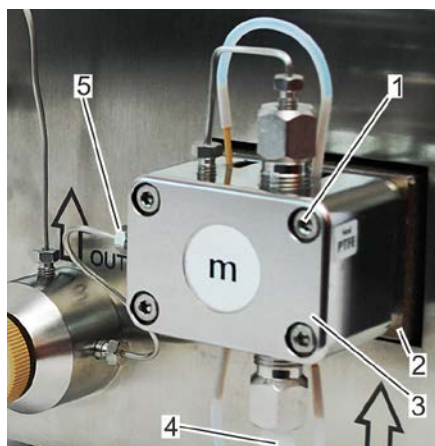

Abb. 120: Pumpenkopf wechseln
3. Verbindungsrohr (Abb. 120/5) vom Pumpenkopf (Abb. 120/3) lösen.
4. Flüssigkeitszufuhr (Abb. 120/4, Rohr/Schlauch) entfernen.
5. 4 Innensechskantschrauben (Abb. 120/1) des Pumpenkopfs (Abb. 120/3) herausdrehen.
6. Pumpenkopf (Abb. 120/3) aus der Halterung (Abb. 120/2) herausziehen und beiseitelegen.
7. Neuen Pumpenkopf (Abb. 120/3) in Halterung (Abb. 120/2) einsetzen.
8. 4 Innensechskantschrauben (Abb. 120/1) des Pumpenkopfs (Abb. 120/3) leicht eindrehen und über Kreuz festdrehen.
9. Verbindungsrohr (Abb. 120/5) am Pumpenkopf (Abb. 120/3) anschließen.
10. Flüssigkeitszufuhr (Abb. 120/4, Rohr/Schlauch) herstellen.